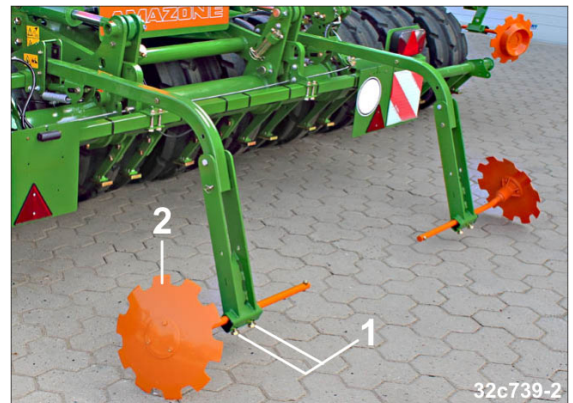

Fig. 173
2. Die Schrauben (Fig. 173/2) lösen und die Spurscheiben (Fig. 173/1) so einstellen,